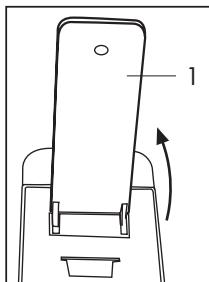
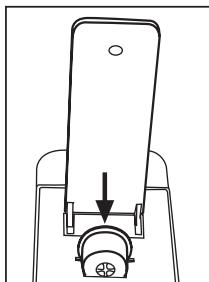

Fig. 8
Fig. 9
- Sollevare completamente la leva di comando (1) (**Fig. 8**) e inserire una capsula nell'apposito spazio. (**Fig. 9**)